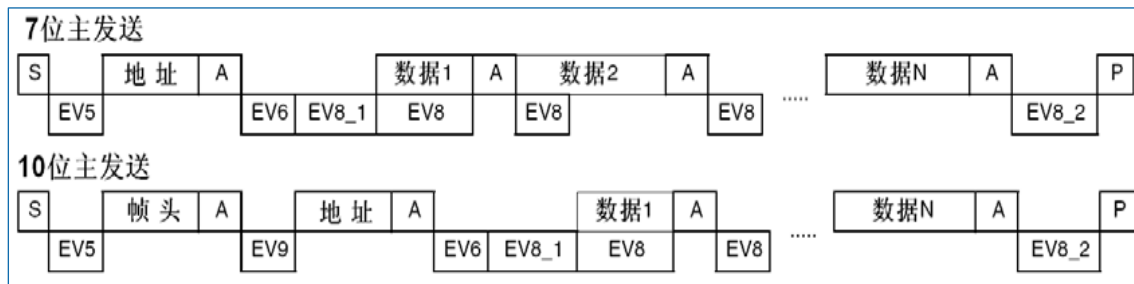
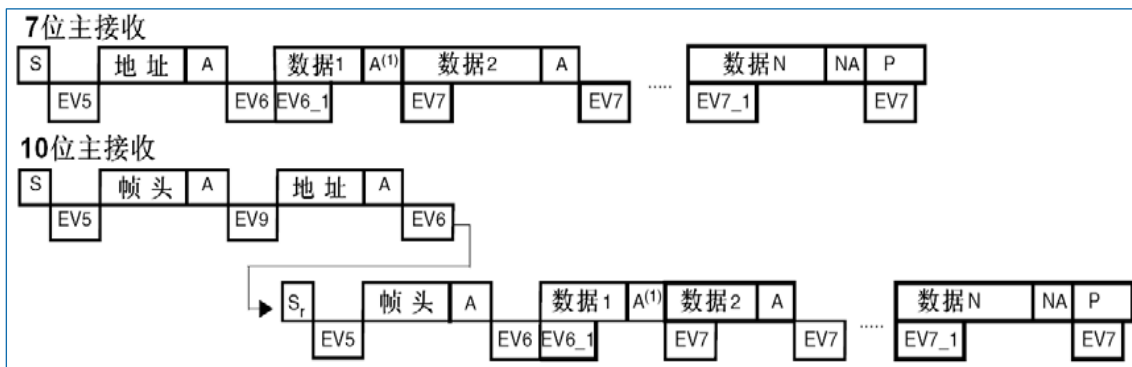

图 24-5 主发送器传送序列图
图 24-6 主接收器传送序列图
然后主设备等待读 SR1 寄存器，紧跟着将从地址写入 DR 寄存器（见图 24-5 和图 24-6 的 EV5）。
- ADDR10 位被硬件置位，如果设置了 ITEVFEN 位，则产生一个中断。然后主设备等待读 SR1 寄存器，再将第二个地址字节写入 DR 寄存器（见图 24-5 和图 24-6）。
- - ADDR 位被硬件置位，如果设置了 ITEVFEN 位，则产生一个中断。随后主设备等待一次读 SR1 寄存器，跟着读 SR2 寄存器（见图 24-5 和图 24-6）。
- ADDR 位被硬件置位，如果设置了 ITEVFEN 位，则产生一个中断。随后主设备等待一次读 SR1 寄存器，跟着读 SR2 寄存器（见图 24-5 和图 24-6）。
主设备等待，直到 TxE 被清除，（见图 24-5 的 EV8）。
在 DR 寄存器中写入最后一个字节后，通过设置 STOP 位产生一个停止条件（见图 24-5 的 EV8_2），
2. 硬件设置 RxNE=1，如果设置了 INEVFEN 和 ITBUFEN 位，则会产生一个中断（见图 24-6 的 EV7）。